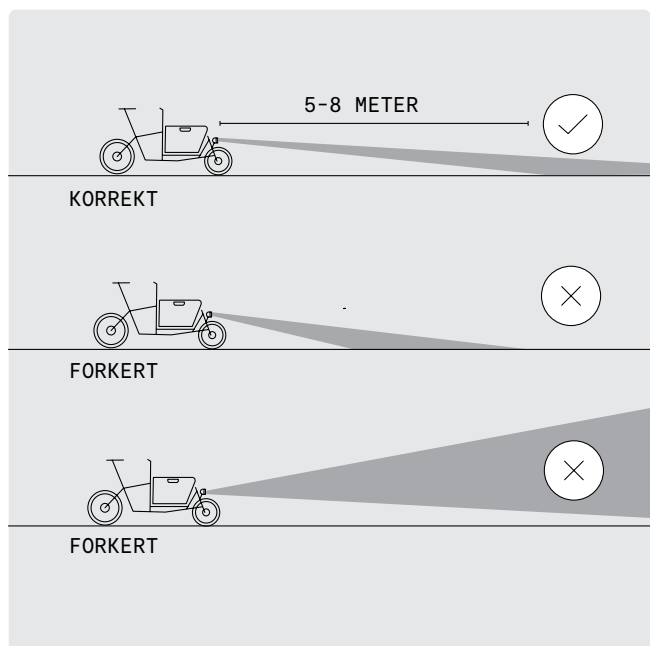

FIG. 48
- Sørg for at lygten aldrig placeres i en vinkel, hvor den lyser opad (fig. 48).
- 2 Juster lygten således, at lyskeglen rammer jorden i et område 5-8 meter foran forhjulet (fig. 48).